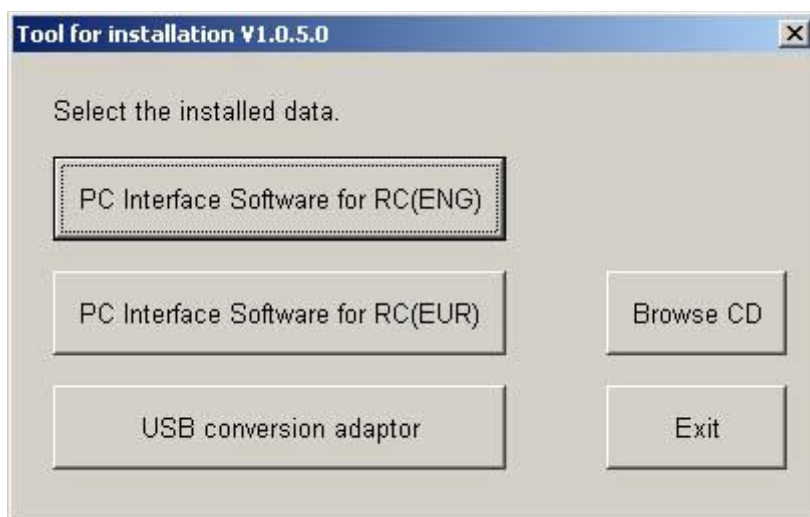

图 1.1 安装软件选择界面
①将本软件的光盘插入 CD-ROM 驱动器。
②显示安装的软件选择对话框（图 1.1）。
※未弹出安装软件选择对话框（图 1.1）时的操作
如果插入光盘后也未弹出安装软件选择对话框（图 1.1），则请按下列步骤，打开所安装的软件选择对话框。
b. 双击显示的  图标，即可弹出安装软件选择对话框（图 1.1）。